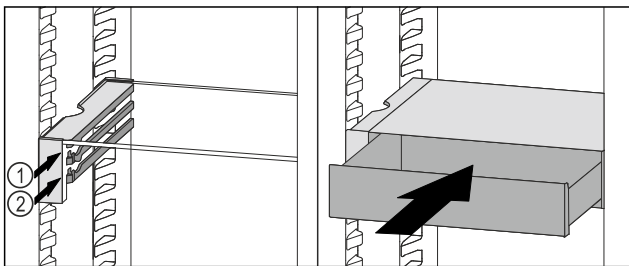

Fig. 121
- Placer le tiroir VarioSafe derrière les butées sur la nervure désirée Fig. 121 (1) ou Fig. 121 (2).